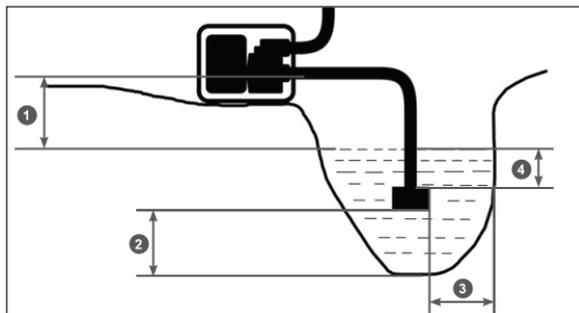

Рис. 7 Расположение мотопомпы и всасывающего фильтра
1. Установите мотопомпу вблизи водоема (емкости) на твердую ровную горизонтальную поверхность, опустите всасывающий рукав с установленным фильтром в водоем (емкость), обеспечив вертикальное положение фильтра. При расположении всасывающего рукава с установленным фильтром соблюдайте все требования, указанные на Рис. 7.
2. Необходимо установить мотопомпу как можно ближе к водоему (емкости). Чем меньше высота расположения мотопомпы по отношению к уровню забора воды (Рис. 7 п. 1), тем быстрее происходит всасывание воды и выше производительность насоса.
Не превышайте высоту расположения мотопомпы по отношению к уровню забора воды (Рис. 7).
В процессе выкачивания воды из водоема (емкости) уровень воды в водоеме будет естественным образом понижаться. Если требуемые расстояния (Рис. 7) между всасывающим фильтром и стенками, а также дном водоема не соблюдаются, выкачивание воды следует прекратить.